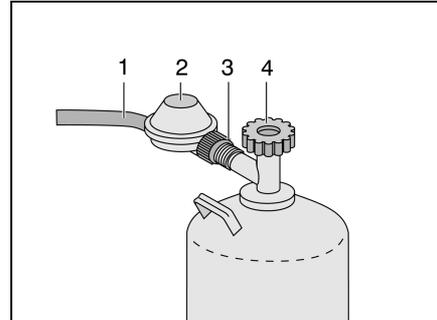

Bild 78 Anschluss Gasflasche
- Haupt-Absperrventil (Bild 78,4) an der Gasflasche schließen. Pfeilrichtung beachten.
- Gasdruckregler (Bild 78,2) festhalten und Rändelmutter (Bild 78,3) öffnen (Linksgewinde).
- Gasdruckregler mit Gasschlauch (Bild 78,1) von der Gasflasche abnehmen.
- Gasdruckregler (Bild 78,2) mit Gasschlauch (Bild 78,1) an die Gasflasche ansetzen und Rändelmutter (Bild 78,3) von Hand fest drehen (Linksgewinde).